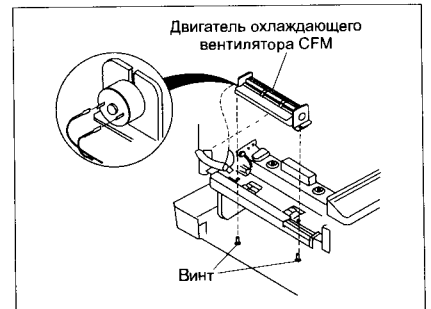

Рис. 22
- откручивают два винта и снимают двигатель охлаждающего вентилятора CFM (рис. 22);